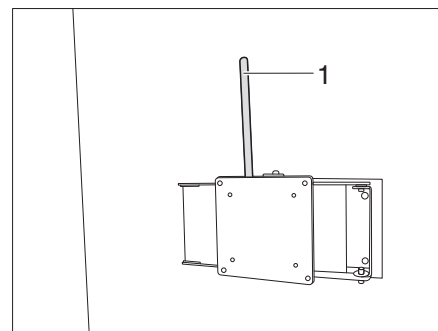

Fig. 134 Soporte con brazo articulado (variante 4)
- Tirar de la palanca (Fig. 134,1).
- Para bloquear la palanca (Fig. 134,1), volver a llevarla a la posición inicial.